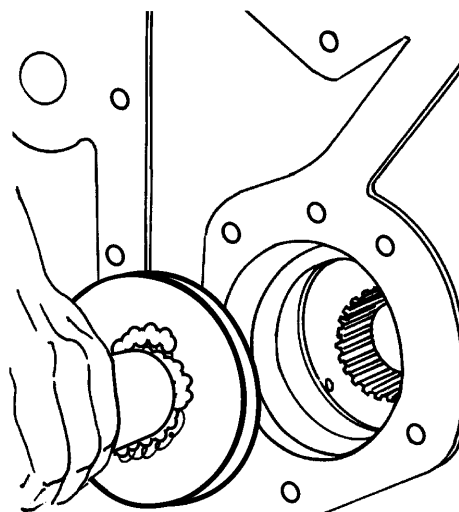

Рис. 7С.25. Вбивание шестерни (28)
1. С помощью оправки (смотри Рис. 7С.1.) посадить бочкообразный подшипник (26) в гнездо корпуса коробки передач, смотри Рис. 7С.24. Шестерню (28) вбить в бочкообразный подшипник (26) с использованием оправки (смотри Рис. 7С.1.). При установке шестерни (28) в подшипник (26) подшипник необходимо подпереть с другой стороны, смотри Рис. 7С.25. Затем следует вбить бочкообразный подшипник (14) в шестерню (28) с использованием оправки (смотри Рис. 7С.1.).